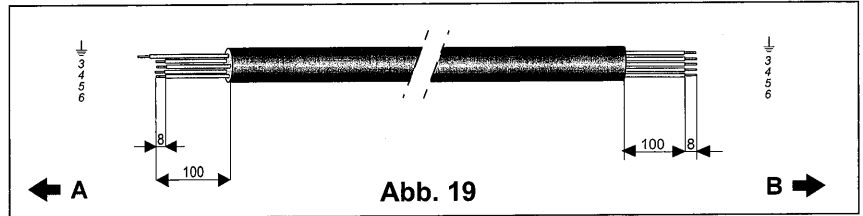

Abb. 19 A. AUSSEN B. INNEN
- Bereiten Sie die Kabelenden des Vielfach Adern Kabels (3) zum Verbinden wie in Abb. 19 vor.